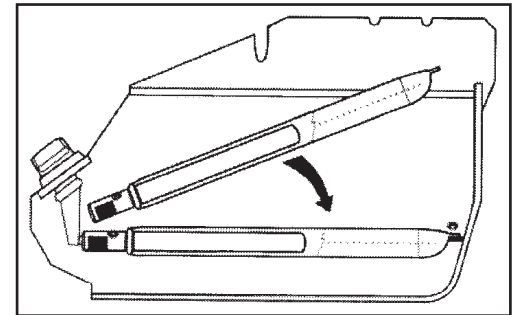

Fig. 6
4. Replacer le brûleur en position au fond du gril en vous assurant que les tubes venturi soient correctement alignés et ajustés sur les orifices. (Fig. 6)